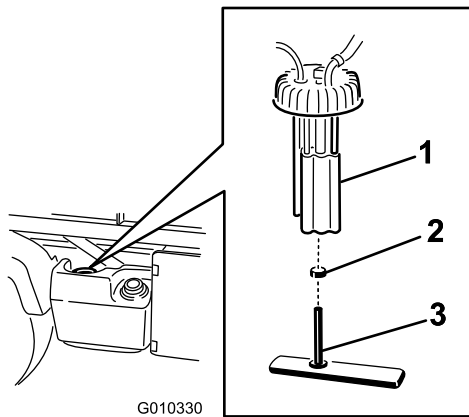

Figura 49
2. Desenchufe los conectores del arnés de cables de la bomba de combustible (Figura 49).
3. Afloje la abrazadera y desconecte el tubo de combustible del tapón de la bomba de combustible (Figura 49).
4. Desenrosque la tapa de la bomba de combustible de la parte superior del depósito de combustible (Figura 49).
5. Retire el conjunto de la bomba de combustible y el filtro de combustible del depósito (Figura 49).
6. Retire la abrazadera que sujeta el tubo del filtro de combustible al acoplamiento de la bomba de combustible. Retire el tubo del acoplamiento (Figura 49).